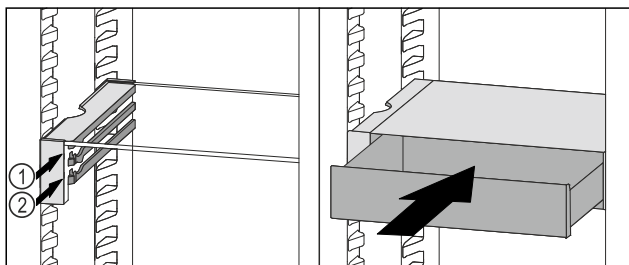

Fig. 212
- Nasadte zásuvku VarioSafe za zářezky na požadovaném žebro Fig. 212 (1) nebo Fig. 212 (2).